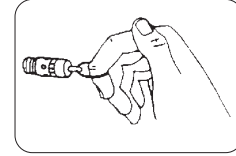

FIGURA 12
7. Verifique el funcionamiento de la válvula de seguridad 6 y hale su anillo (Figura 12).
- B. Verifique el funcionamiento de la válvula de seguridad 6 (Figura 12).